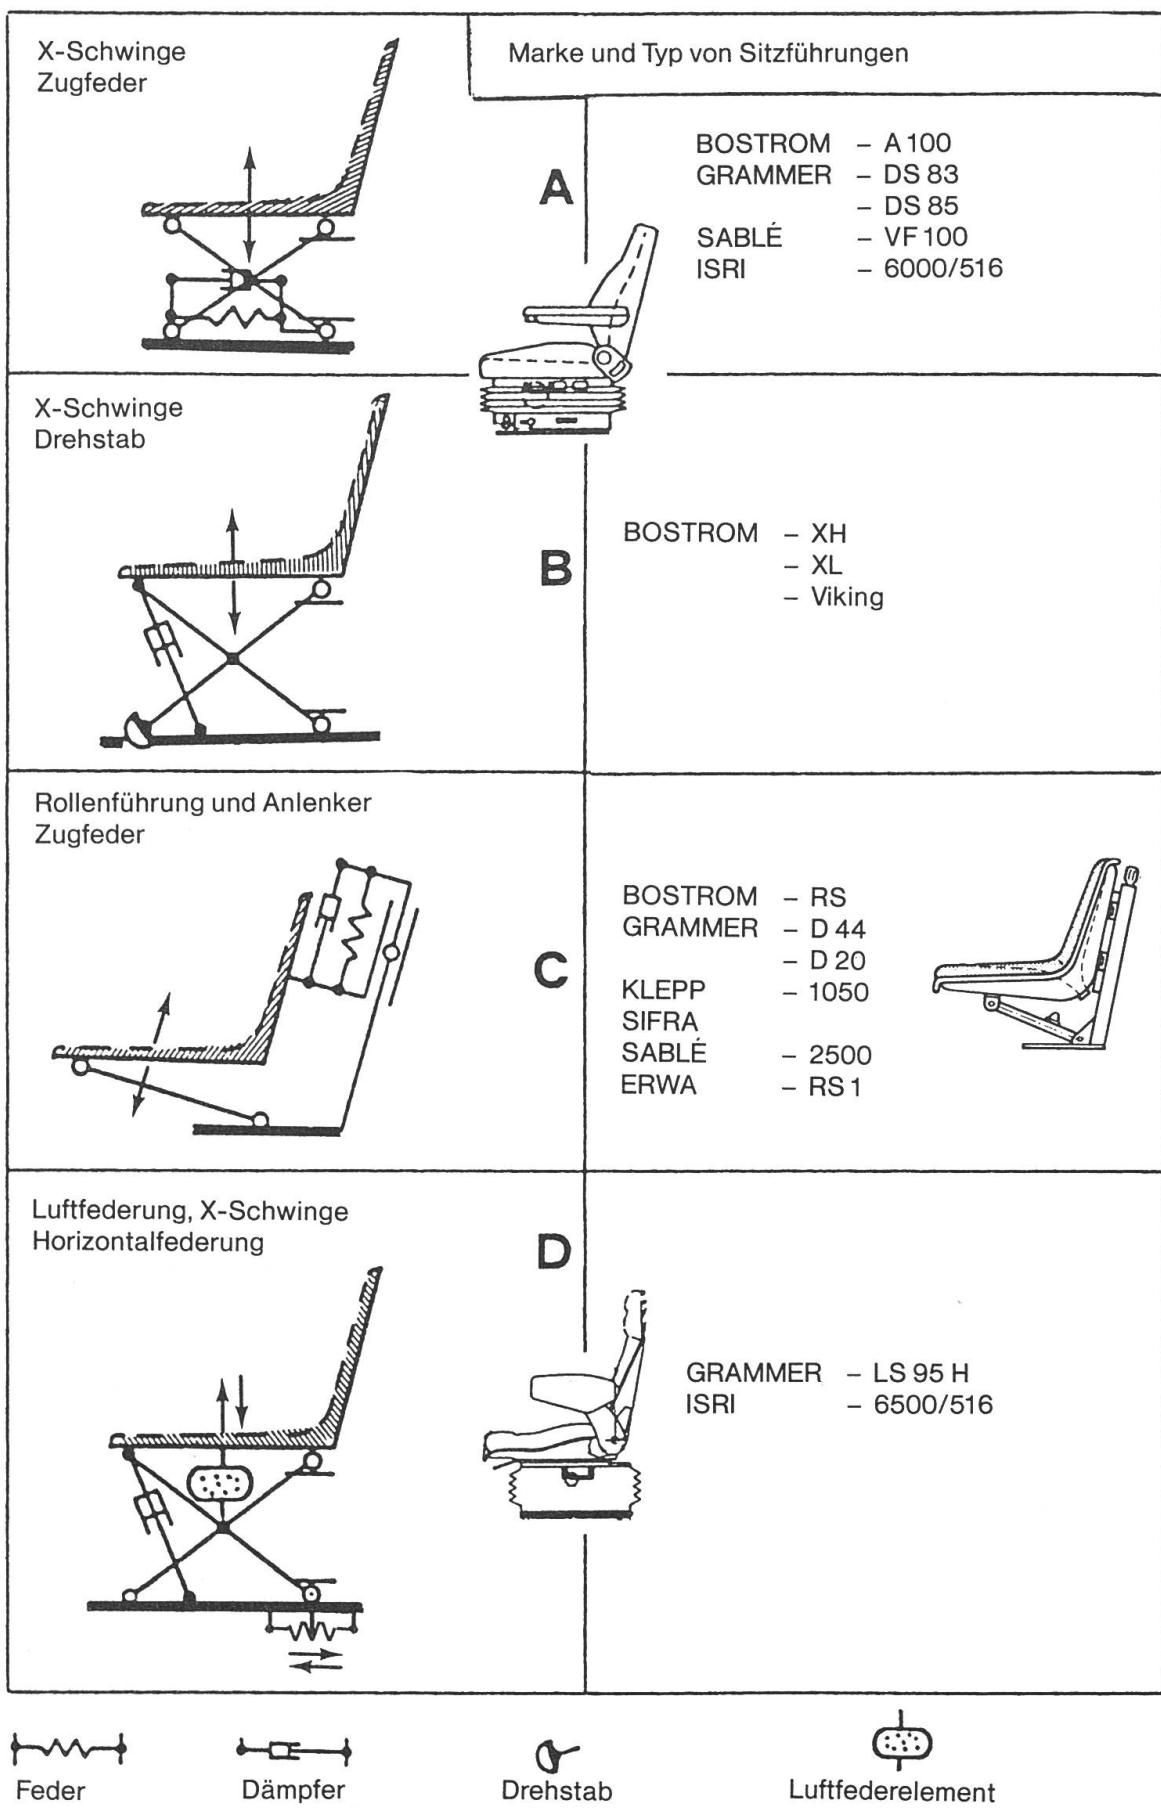

Abb. 4: Verschiedene Systeme von Sitzführungen an gefederten Fahrersitzen.
Die Praxiserhebung zeigte, Fahrersitze mit hängendem Federungssystem und schräger Rollenführung verschleissanfälliger sind als solche, bei denen die Führungsrollen aus Kugellager bestehen. Diese dem Verschleiss stark unterworfenen Teile sollten kostengünstig, rasch und einfach ausgetauscht werden können. An diesen Fahrersitzen treten zusätzlich grössere horizontale Schwingungen auf (Abb. 4 – Bild C). Sie sind für den Fahrer gesundheitsschädlich.
**Fahrersitze mit einer X-Schwingung (Scherenführung)** führen nur senkrechte Federbewegungen aus und werden für die Erstausrüstung oder Umrüstung empfohlen (Abb. 4 – Bild A, B, D und Tab. 4).